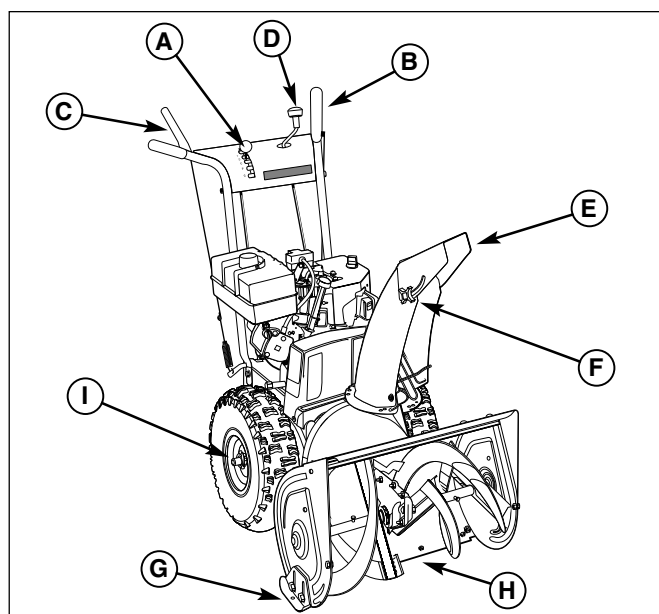

Figure 3. Commandes du chasse-neige
L'entraînement de traction à chaque roue peut être verrouillé ou déverrouillé avec les goujons de blocage de traction (H, Figure 3) pour permettre à la machine d'être en « roue libre » pour faciliter la manipulation et le transport du chasse-neige.
E. Déflecteur de chute - Contrôle la distance à laquelle la neige est projetée. Le fait d'orienter le déflecteur de chute (E, Figure 3) VERS LE HAUT provoque un jet plus élevé et à une distance plus grande, alors que le contraire, VERS LE BAS, fournit un jet plus bas et moins éloigné.
F. Molette du déflecteur de chute - Cette molette (F, Figure 3) permet de verrouiller le déflecteur de chute de décharge (E) à la position d'inclinaison désirée.
G,H. Commande de la hauteur de la barre de raclage - Les sabots de dérapage (G, Figure 3) contrôlent la hauteur de la barre de raclage (H). (REMARQUE: Sur les modèles plus récents, la barre racluse est également réglable.) La barre de raclage permet de racler la neige des surfaces lisses (telles que des voies privées en béton ou en asphalte). Sur des surfaces en gravier, la barre de raclage doit être réglée plus haut — de telle sorte qu'elle ne ramasse pas le gravier ou les débris.
I. Commande de blocage de traction - L'entraînement de traction à chaque roue peut être verrouillé et déverrouillé grâce à ces goupilles (I, Figure 3) pour permettre à la machine d'être en roue libre, et d'être manipulée et transportée plus facilement.
8. Vérifiez si le déflecteur de chute (E, Figure 3) fonctionne correctement. Le déflecteur devrait pivoter librement vers le haut et vers le bas lorsque la molette du déflecteur de chute est desserrée. Voir la section Service pour les procédures à suivre en cas de nécessité de réglage.